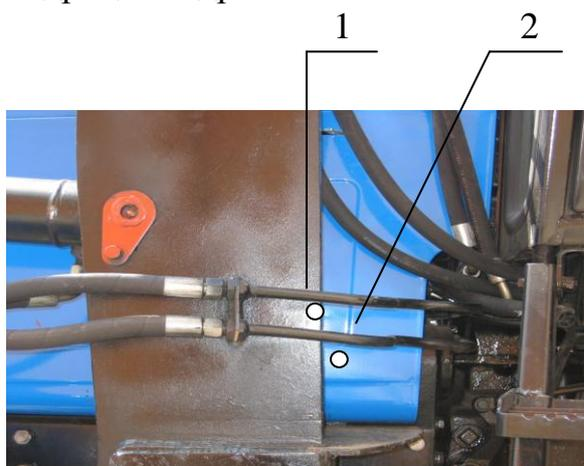

Рисунок 9
- установить жесткие трубопроводы (поз. 1 и 2, рис.9 и 10) стреловых гидроцилиндров между двигателем и кабиной трактора и закрепить их на Стойки через крепежные планки;